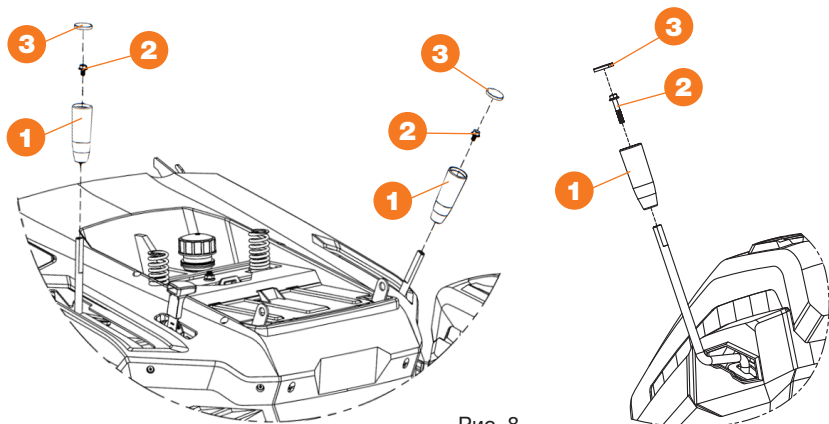

Рис. 8
Вставьте втулку ❶ как показано на рисунке, затем закрепите её болтом ❷ и установите крышку ❸ (Рис. 8).